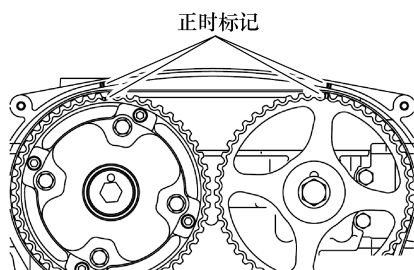

图 4-102 逆时针转动进气凸轮轴准, 如图 4-103 所示。
6) 逆时针旋转进气凸轮轴链轮,使其正时标记转动到在逆时针方向上距离配对的正时标记一个链轮齿的位置。然后将正时带装到链轮上,并用纸夹夹住正时带,如图 4-102 所示。